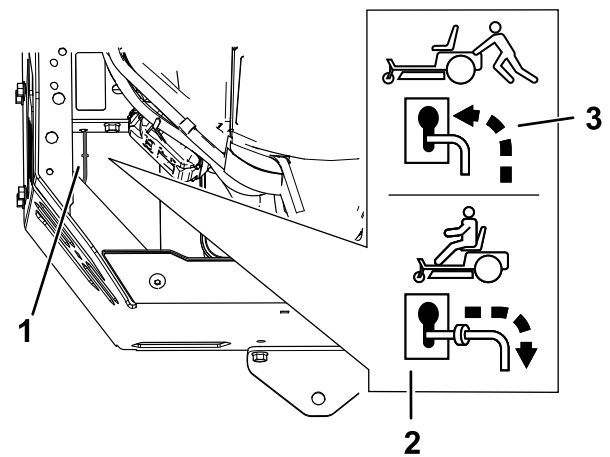

Figura 37
4. Mueva las palancas de desvío hacia delante a través del orificio y hacia abajo para bloquearlas en esa posición (Figura 37).
Mueva las palancas de desvío hacia atrás a través del orificio y hacia abajo para bloquearlas en esa posición, según se muestra en la Figura 37.